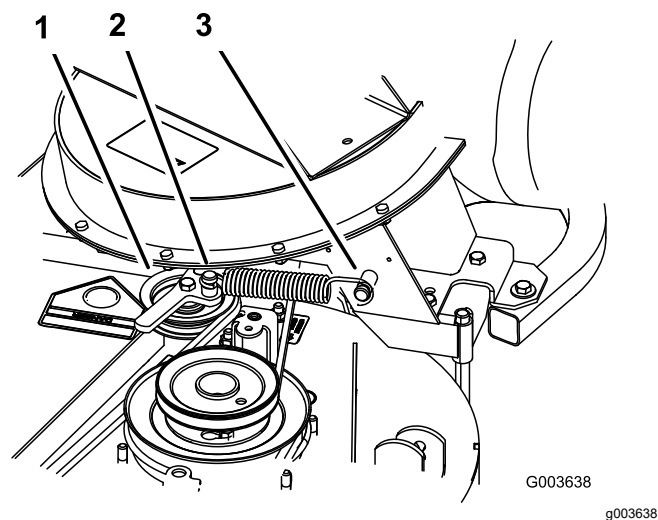

Figura 20
4. Instale a mola como se mostra na Figura 20.